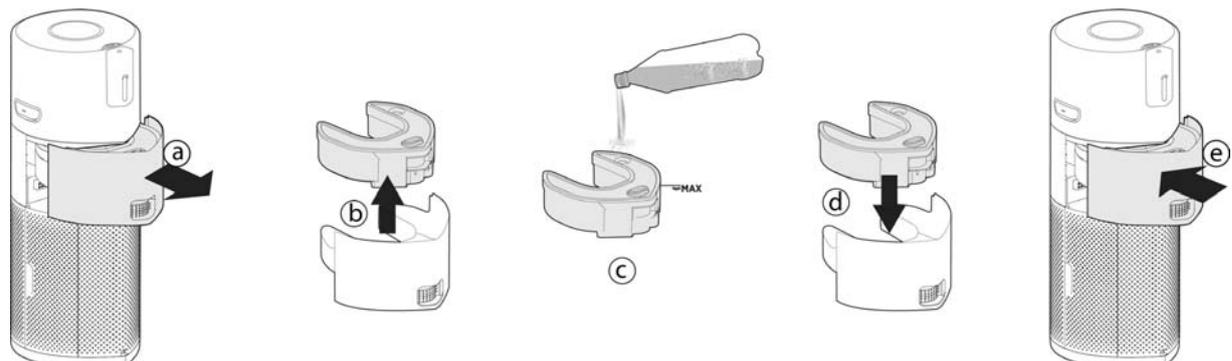

Fig. 3
3. Remplissez le réservoir de l'humidificateur [Fig. 3]